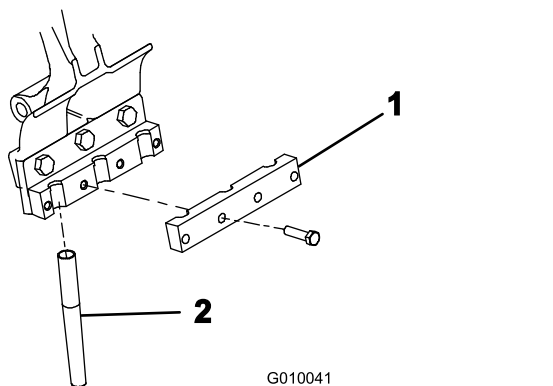

Figura 24
5. Instale provisionalmente una abrazadera de taladros en cada portataladro (Figura 24) con 4 pernos de (3/8" x 1-1/2"). No apriete los pernos.